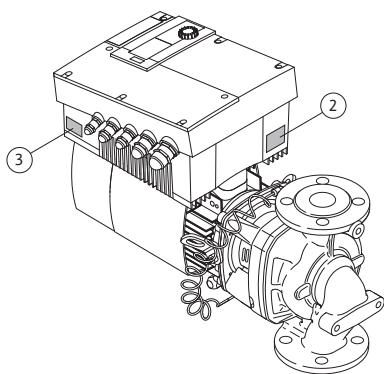

Fig. 12: Disposition des plaques signalétiques :
- La plaque signalétique de l'entraînement se trouve sur le module électronique du côté des passe-câbles (fig. 12, pos. 3). Le raccordement électrique doit être effectué conformément aux indications de la plaque signalétique de l'entraînement.